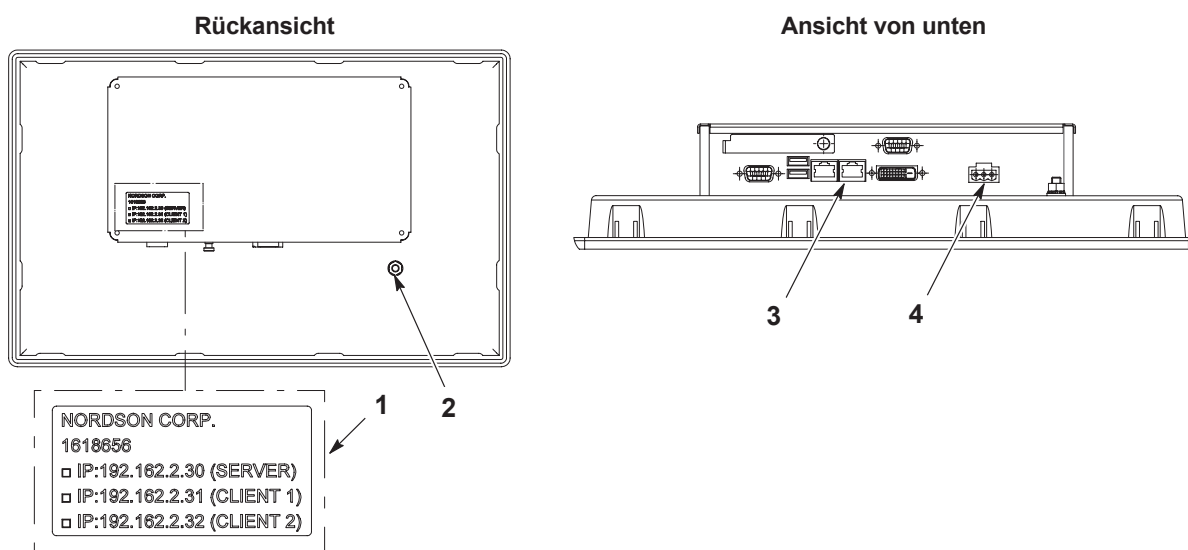

Abbildung 6-3 Aufkleber am Touchscreen mit IP-Adressen und Anschlüssen
2. Siehe Abbildung 6-3. Für eine spätere Nutzung notieren, welche IP-Adresse auf dem IPS-Aufkleber (1) an der Rückseite des aktuellen Touchscreens angekreuzt ist.
3. Den Erdungsanschluss (2) trennen.
4. Ethernetkabel (3) und Netzkabelstrang (4) trennen.
5. Beim Entfernen der Inbusschrauben (6) und Halterungen (7), mit denen der Touchscreen gesichert ist, den Touchscreen (5) von der Vorderseite der Tür oder des Gehäuses der externen Anzeige aus abstützen.
10. Die zuvor notierte passende IP-Adresse auf dem IP-Aufkleber (siehe Abbildung 6-3) des neuen Touchscreens ankreuzen. Anschließend den Schaltschrank bzw. die externe Anzeige schließen.